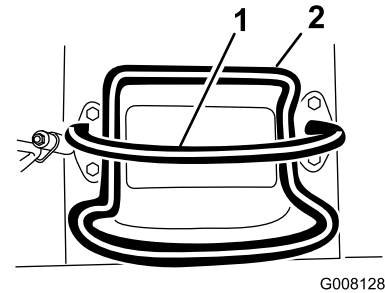
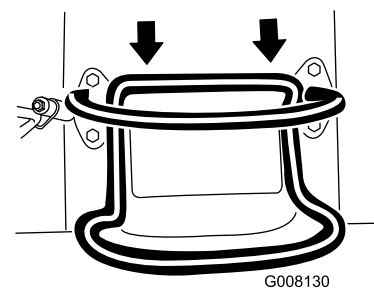

Figura 7
Figura 9
- Para desplazarse hacia atrás, mueva el control de tracción hacia atrás (Figura 9). Mientras conduzca en marcha atrás, mire hacia atrás para asegurarse de que el camino está despejado, y mantenga ambas manos en la barra de referencia (Figura 7).
- Para detenerse, suelte el control de tracción (Figura 7).